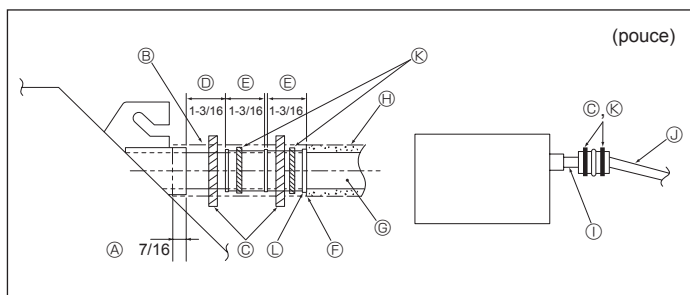

Fig. 5-6
- ① Tube en PVC, D.E. $\varnothing 38$ mm, 1-1/2 pouce pour la mise en place groupée des tuyaux. (isolant de 9 mm, 3/8 pouce ou plus)
1. Raccorder la prise d'écoulement (fourni avec l'appareil) au port de drainage. (Fig. 5-6)